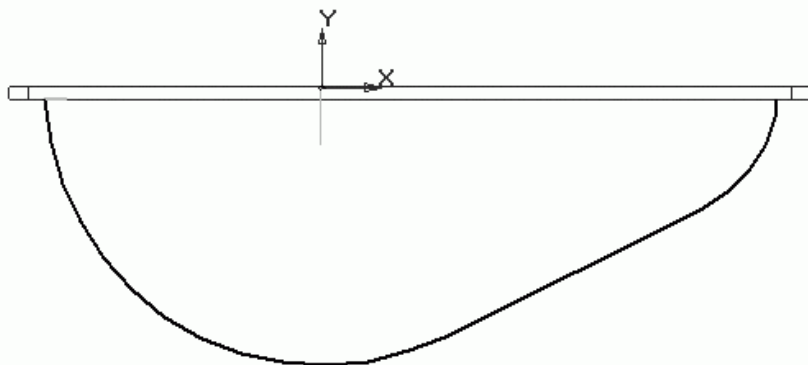

Рис. 3.96. Эскиз > траектория для создания стенки крышки редуктора
4. В крышке, в отличие от корпуса редуктора, нет передней и задней стенок, поэтому формирование стенки крышки мы выполним за один вызов команды Кинематическая операция. Направляющей будет служить контур крышки редуктора, взятый с главного вида чертежа и размещенный в эскизе на плоскости ZY . Обратите внимание: после копирования контура в эскиз его придется отобразить относительно оси X , поскольку система при создании эскиза в плоскости ZY (или параллельной ей) размещает модель таким образом, что она оказывается перевернутой (рис. 3.96).